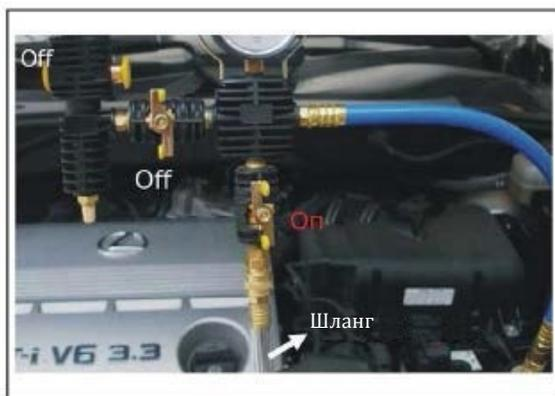

Рис. 5
- Подключите шланг через быстросъемный соединитель (8). Другой конец шланга поместите в емкость с новой охлаждающей жидкостью.
- Убедитесь, что переключатель (3) закрыт.
- Откройте переключатель (6) (должен располагаться перпендикулярно соединителю). Начнется всасывание охлаждающей жидкости в радиатор (рис.5).
- Прекратите процедуру, когда показания на датчике (1) будут равны нулю.